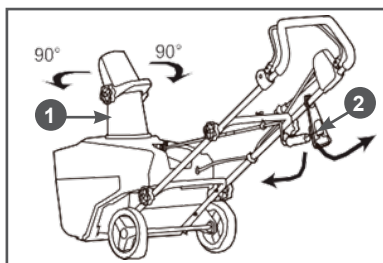

Рис. 10 Поворот желоба выброса
- Поверните рычаг управления поворота желоба 1 налево, чтобы переместить желоб выброса 2 влево (Рис. 10).
- Поверните рычаг управления поворота желоба 1 направо, чтобы переместить желоб выброса 2 вправо (Рис.10).